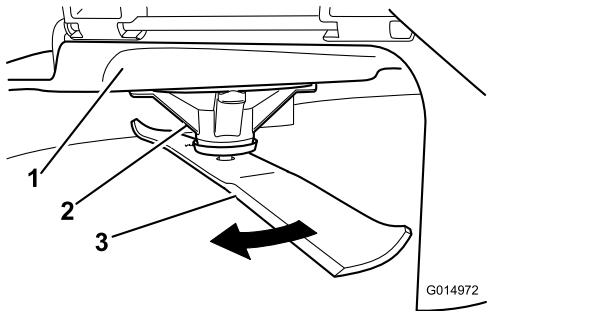

Figura 60
2. Llevando guantes fuertemente acolchados u otro tipo de protección apropiada para las manos, gire la cuchilla lentamente hasta una posición que permita medir la distancia entre el filo de corte y la superficie nivelada en la que descansa la máquina (Figura 60).